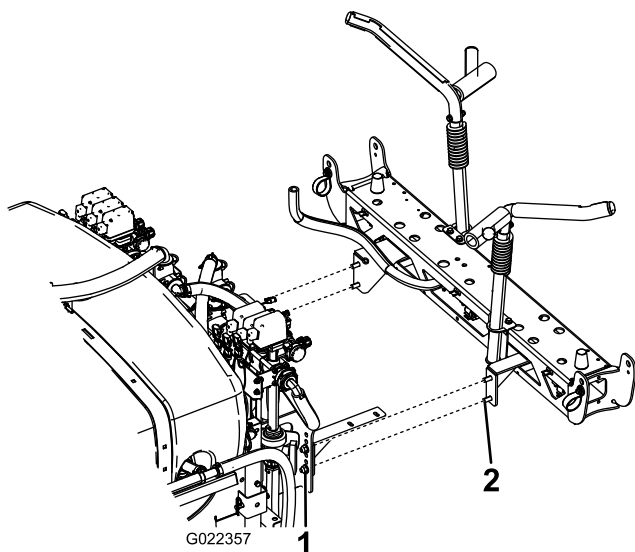

Figura 19
2. Montate il gruppo della barra centrale attraverso il terzo foro a partire dal basso delle staffe sul gruppo impianto di irrorazione, come illustrato nella Figura 19, con 4 bulloni ($\frac{1}{2}$ " x $1\frac{1}{4}$ ") e 4 dadi di bloccaggio ($\frac{1}{2}$ ").